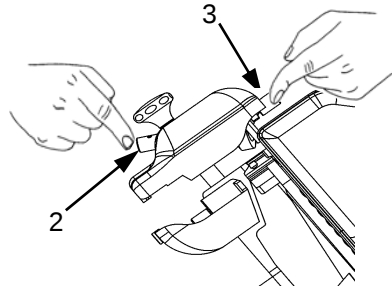

Abb. 44
7. gleichzeitig, für 1/2 Sek., die Druckknöpfe 2 und 3 drücken und beide gleichzeitig wieder loslassen (Abb. 44);